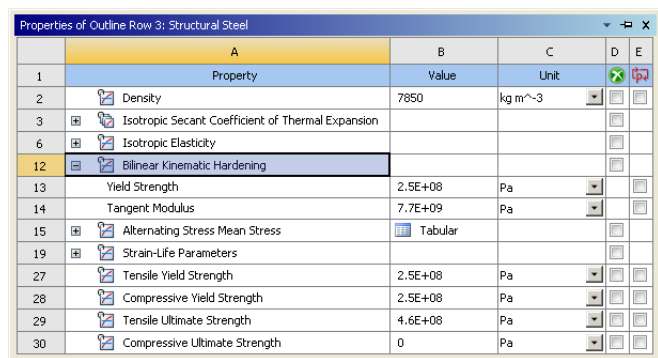
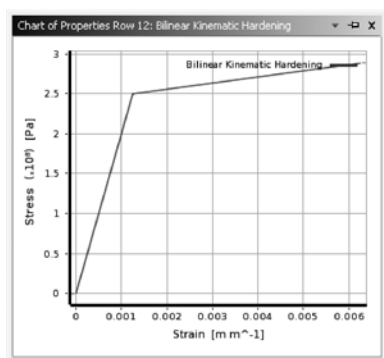

图 7-47 设置 Bilinear Kinematic Hardening 属性
图 7-48 材料响应图
5) 设置 Bilinear Kinematic Hardening 属性如图 7-47 所示，此时在图形窗口中显示的材料响应图如图 7-48 所示。